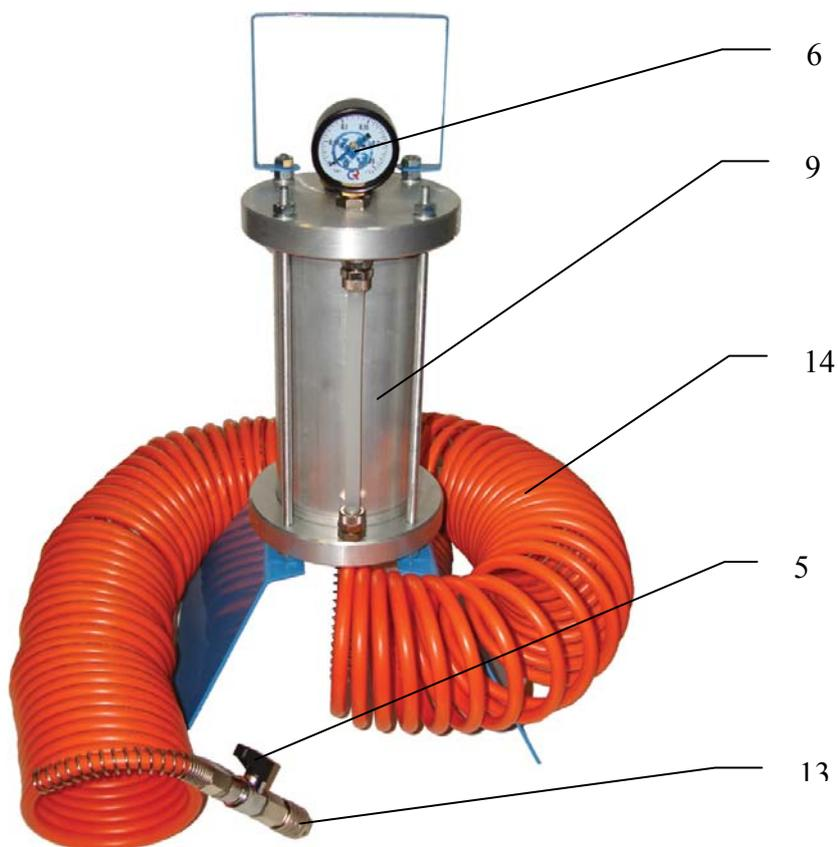

Рис.1 (вид спереди)
- убедитесь в том, что Кран ПОДАЧА (рис.1, поз.5) на Приспособлении находится в положении «Закрыто»
- открутите Пробку (рис.3, поз.8) заливного отверстия Резервуара (рис.1, поз.9) Приспособления
- закрутите обратно Пробку (рис.3, поз.8) заливного отверстия Резервуара (рис.1, поз.9) Приспособления. Усилие затяжки от руки должно быть достаточным для гарантированной деформации резинового уплотнения Пробки
(рис.3, поз.8) создайте в верхней «воздушной» части Резервуара (рис.1, поз.9) избыточное давление воздуха в номинальном диапазоне 0,5-1,0 кгс/кв.см, но не более 2 кгс/кв.см, контролируя его с помощью Манометра (рис.1, поз.6)
- разместите Приспособление на горизонтальной поверхности рядом с автомобилем таким образом, чтобы длины Шланга спирального (рис.1, поз.14) было достаточно для удобства работы. В целях экономии новой тормозной жидкости при замене, длину Шланга спирального можно укоротить. Для этого открутите гайку пружинного фитинга на Шланге со стороны Цанги (рис.1, поз.13) либо со стороны Резервуара (рис.1, поз.9), снимите Шланг с фитинга и обрежьте его до нужной длины, затем восстановите соединение в обратном порядке. Однако при выборе окончательной длины Шланга спирального необходимо учитывать влияние фактора взаимозависимости упругости Шланга и веса Приспособления на устойчивость Приспособления. При чрезмерном укорачивании длины Шланга возможно неконтролируемое перемещение Приспособления, что может привести к повреждениям кузова автомобиля или травмам персонала
- подключите Приспособление Цангой (рис.1, поз.13) на конце Шланга спирального (рис.1, поз.14) к присоединительному адаптеру (рис.4, поз.1) на бачке тормозной жидкости автомобиля. При необходимости используйте Адаптер угловой (рис.6, поз.2) из набора
- переключите Кран ПОДАЧА (рис.1, поз.5) в положение «Открыто», тем самым удаляя воздух, находящийся в верхней части бачка тормозной жидкости автомобиля. Переключение осуществляйте медленно, во избежании риска повреждения бачка тормозной жидкости автомобиля
- убедитесь в герметичности соединения между Адаптером (рис.4, поз.1) и Цангой (рис.1, поз.13), обращая внимание на отсутствие утечек тормозной жидкости
- при снижении избыточного давления в верхней «воздушной» части Резервуара (рис.1, поз.9) Приспособления и прекращения поступления новой жидкости в тормозной бачок автомобиля, восстановите с помощью подкачки насосом или внешним компрессором его значение до номинала 0,5-1,0 кгс/кв.см, но не более 2 кгс/кв.см, осуществляя контроль с помощью Манометра (рис.1, поз.6)
- при снижении уровня новой тормозной жидкости в Приспособлении до условного остатка в 10-20% от ёмкости Резервуара (рис.1, поз.9), остановите процесс замены, закрыв прокачные штуцеры
- снимите избыточное давление воздуха в верхней «воздушной» части Резервуара (рис.1, поз.9) с помощью золотника вентиля Шредера в Пробке (рис.3, поз.8)
- переключите Кран ПОДАЧА (рис.1, поз.5) в положение «Закрыто»
- ***соблюдая меры предосторожности при работе с вредными жидкостями, а также используя текстильную ветошь и средства защиты лица и рук,*** отсоедините Цангу (рис.1, поз.13) от Адаптера (рис.4, поз.1), а затем снимите присоединительный Адаптер (рис.4, поз.1) с бачка тормозной жидкости в автомобиле. В связи с тем, что тормозная жидкость может повредить ЛКП автомобиля, старайтесь избегать её чрезмерного разлива при этом. В случае необходимости нейтрализуйте вредное воздействие от разлива тормозной жидкости на ЛКП, сразу удалив текстильной ветошью её потёки и промыв места попадания, используя в т.ч. средства для мытья и/или очистки ЛКП автомобиля